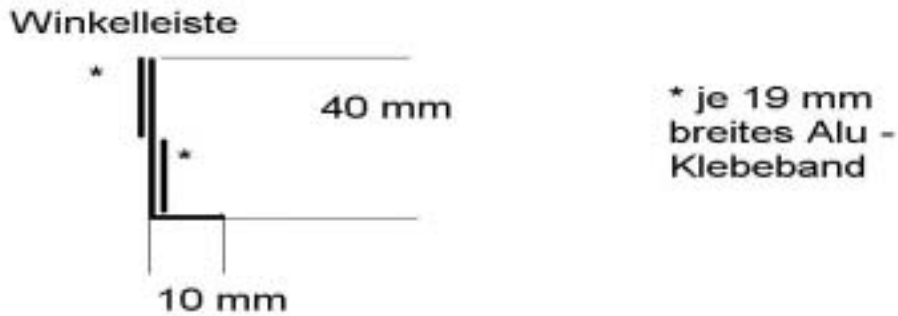

Bild 4
- Kunststoff Winkelleiste (Baumarkt), siehe Bild 4
Anschließend wird auf jede Seite der Leiste ein 19 mm breiter Steifen des Alu-Klebebandes entsprechend Bild 4 geklebt.